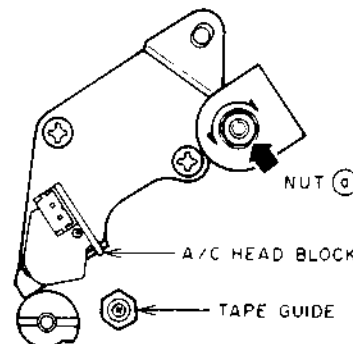

Fig. 7-9
- 3) Slightly turn the NUT Ⓐ shown in Fig. 7-9 to obtain the maximum audio output.
- 3) Tournez légèrement l'écrou Ⓐ pour obtenir la sortie audio maximum, comme comtré dans Fig. 7-9.